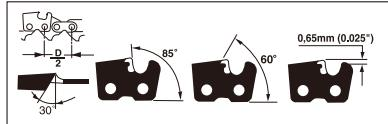

Fig. 21
**KÆDESLIBNING -** Kædehøjden (Fig. 21) er 3/8" LoPro x .050". Brug beskyttelseshandsker og en rund fil ø4mm (5/32") til at slibe kæden med.
Sørg altid for at slibe skærerne med ydre strøg (Fig. 22), og hold øje med værdierne i Fig. 21.